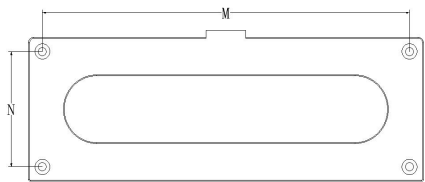
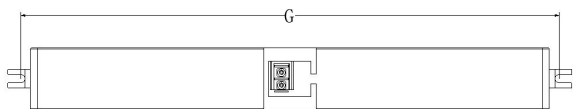

图9 第一种方式螺钉安装
图10 第二种方式螺钉安装
(3) CTZH62F-3060 有两种方式，第一种方式安装尺寸如下图 9 所示，单位（mm）；第二种方式安装尺寸如下图 10 所示，单位（mm）。